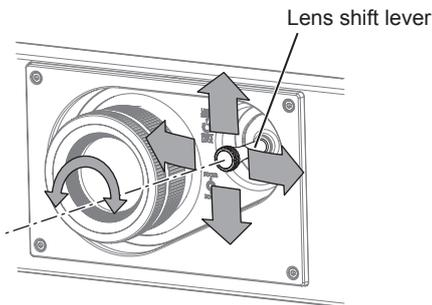

Fig. 1
3) **Adjust the lens shift. (Fig. 1)**